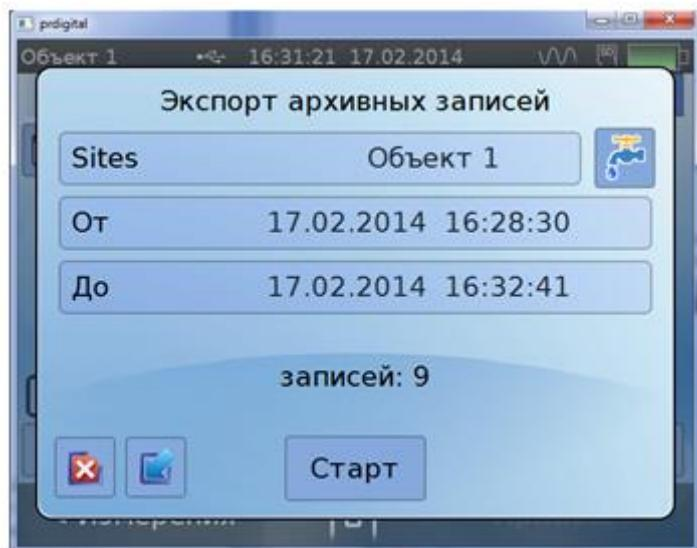

Рис.9. Окно «Экспорт архивных записей».
3.4.6. С помощью программы «prdigital» в меню «Архивы» появляется возможность записи архивных данных на персональный компьютер. Для записи архивных данных необходимо нажать кнопку **Экспорт**, в открывшемся окне ввести дату и время начала и окончания требуемого интервала архивирования и нажать кнопку **Старт** (см. рис.9). На ПК открывается окно соответствующей директории, в которой производится запись архивных данных в формате **csv**. Для корректной записи необходимо присвоить файлу номер или название текущего объекта. После нажатия на ПК кнопки «Сохранить» начинается передача архивных данных текущего объекта.